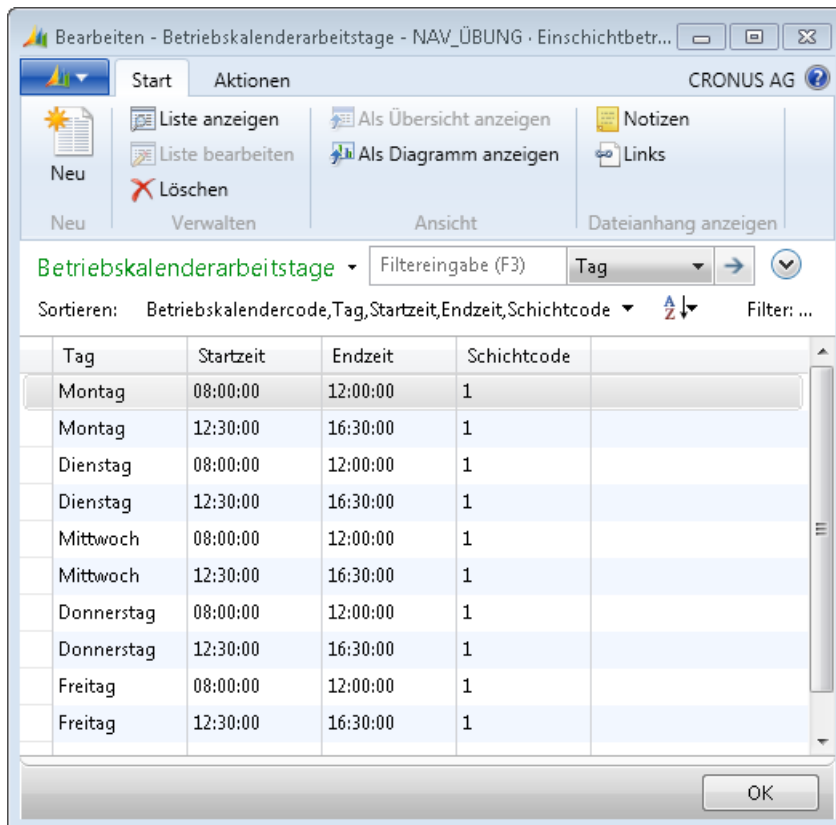

Abbildung 7.4 Betriebskalender für einen Einschichtbetrieb mit einer halben Stunde Pause pro Arbeitstag
5. Legen Sie den Betriebskalender gemäß Abbildung 7.4 an.